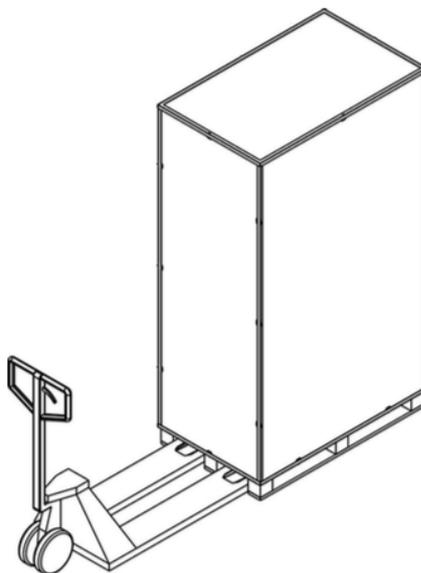

Рисунок 5.3.1.
1. Используйте погрузчик для перемещения продукта в установленную область. См. Рисунок 5.3.1. Убедитесь, что грузоподъемность погрузчика достаточна.